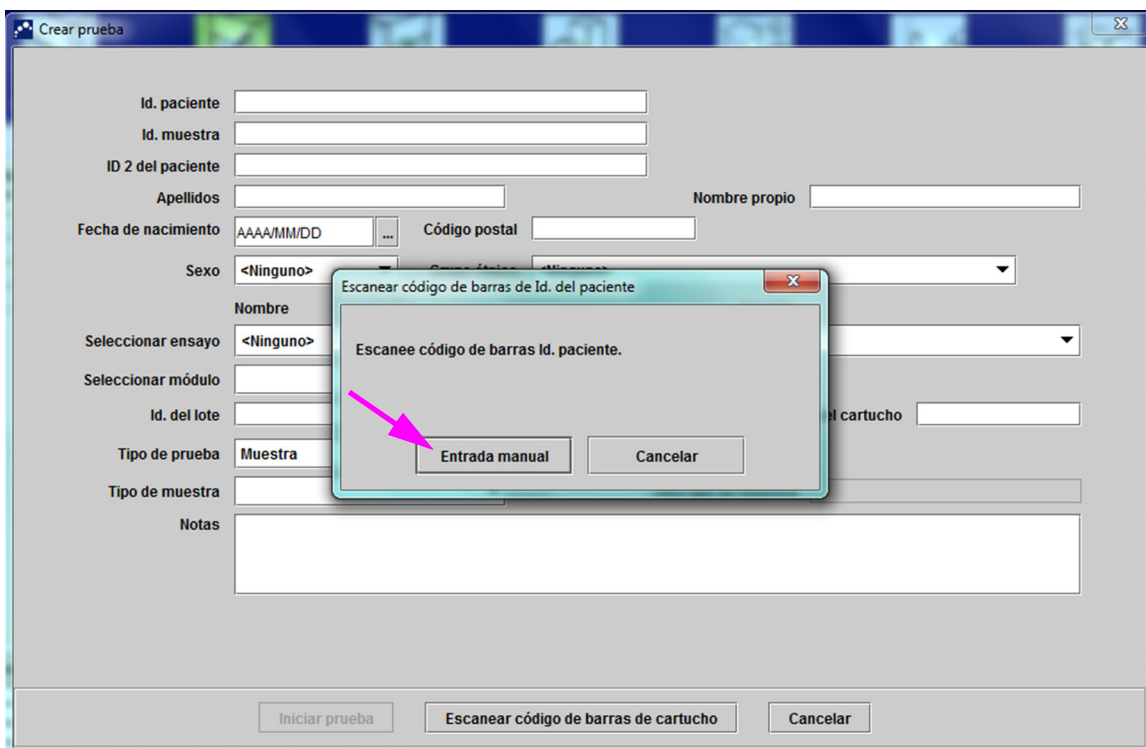

Figura 5-19. Ventana Crear prueba y cuadro de diálogo Escanear código de barras de Id. del paciente
1. En la ventana GeneXpert Dx System, haga clic en **Crear prueba** en la barra de menús. Aparece el cuadro de diálogo Escanear código de barras de Id. del paciente. Consulte la figura 5-19.